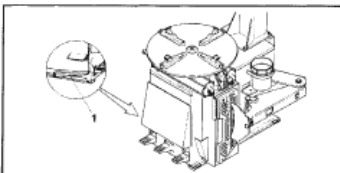

Рис. 19
- F.** Нажмите на педаль укладчика борта/накачивания с левой стороны машины (поз. 1, рис. 19): из шланга начнет выходить воздух.
- G.** Нажмите на педаль взрывной накачки/накачивания с левой стороны машины (поз. 1, рис. 19) на половину хода: воздух начнет выходить только из шланга накачивания.